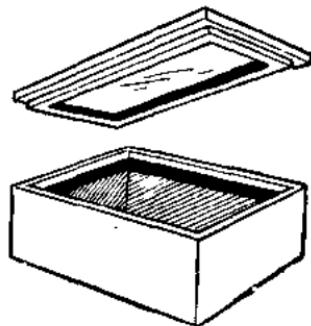

图 6
3. 用厚95毫米、长600毫米、宽340毫米泡沫塑料一块铺在箱底，再把厚95毫米、长340毫米、宽70毫米泡沫塑料两块，厚95毫米、长410毫米、宽70毫米泡沫塑料两块共四块安装在木箱内前后左右四边并用黑布或黑纸将塑料盖住包牢，如图6所示，即成箱式太阳灶。